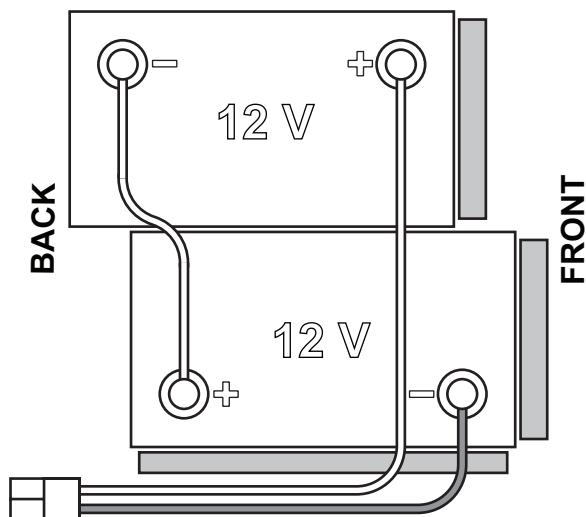

Figura 1
Utilajul funcționează cu 2 baterii de 12 V, conectate conform schemei prezentate în Figura 1.
1. Scoateți cheia utilizatorului (51).
2. Debranșați conectorul bateriei (9).
3. Ridicați capacul (34) și verificați dacă rezervorul de recuperare (33) este gol, în caz contrar goliti-l cu ajutorul furtunului de scurgere (12).
4. Închideți capacul (19).
5. Apucați de mânerul (16) și ridicați cu atenție rezervorul (33).
7. Poziționați și instalați cablul bateriei în modul indicat în Figura 1, apoi strângeți cu atenție piulița pe fiecare bornă de baterie.
8. Amplasați capacul de protecție pe fiecare bornă, apoi conectați conectorul bateriei (9).
9. Apucați de mânerul (16) și coborâți cu atenție rezervorul (33).